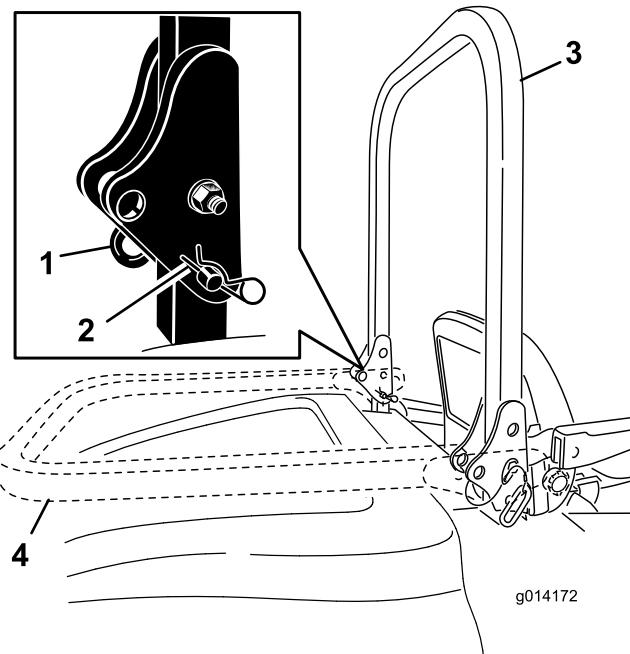

Рисунок 10
1. Чтобы опустить защитную дугу, извлеките U-образные шпильки, нажмите на защитную дугу вперед, преодолевая усилие пружины, и извлеките два пальца (Рисунок 10).
- 2. Опустите защитную дугу в нижнее положение (Рисунок 10).
- 3. Вставьте два пальца и закрепите их U-образными шпильками (Рисунок 10).
- 4. Чтобы поднять защитную дугу, извлеките U-образные шпильки и выньте два пальца (Рисунок 10).
- 5. Поднимите защитную дугу в вертикальное положение, вставьте два пальца и закрепите их U-образными шпильками (Рисунок 10).